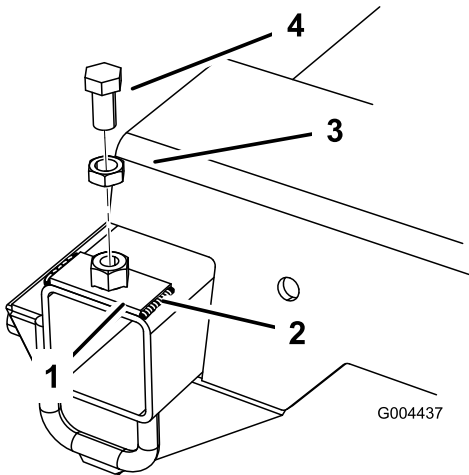

Figura 5
- Suelde la placa nueva al bastidor con un filete de 1/4" en los lados izquierdo y derecho de la placa (Figura 5). Una vez enfriados el perno y la contratuercas, quítelos.